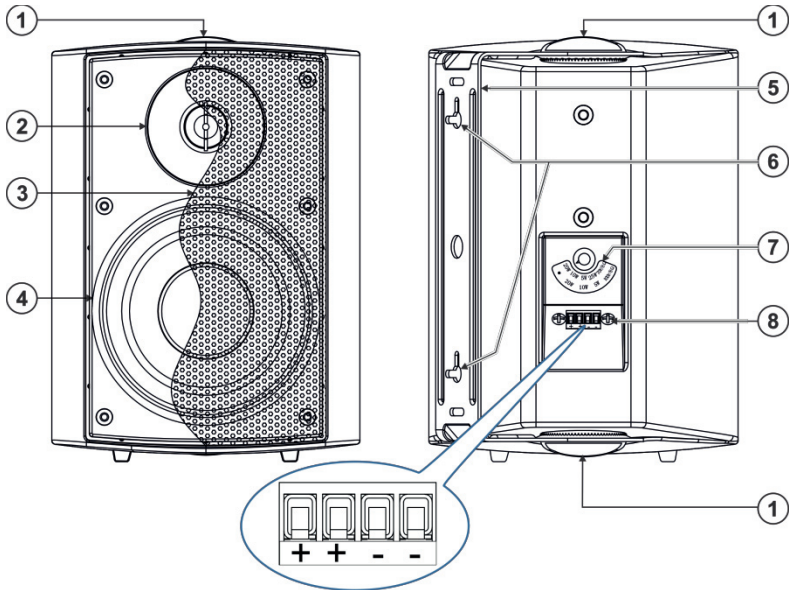

Рис. 1. Громкоговоритель Galil 5-0
5. Подсоедините к паре клемм «+» и «-» на задней панели (см. рис. 1) провода в следующем порядке: